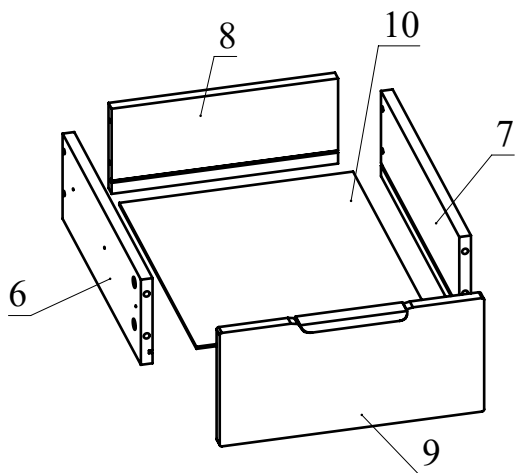

Рис.8
7. Соедините две сборки, полученные ранее, затянув головки минификсов (Рис. 8).
8. Соберите ящик. Для этого соедините детали 6 и 7 с деталью 8 при помощи конфирматов. Вставьте дно ящика 10 из ДВП в пазы деталей 6, 7, 8. Соедините фасад ящика с полученной конструкцией и затяните головки минификсов (Рис. 8).